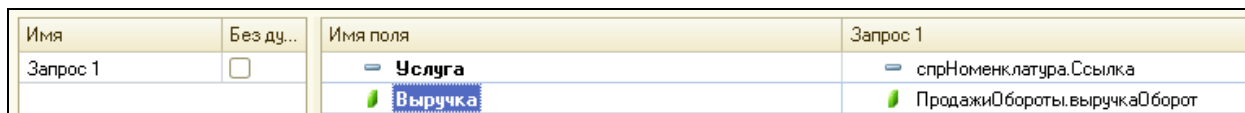

Рисунок 4.18. Результат переименования полей
8. В дальнейшем, перед выполнением запроса параметру **ВидНоменклатуры** будет передано значение **Услуга**. Перейти на закладку **Объединения/ Псевдонимы**. Указать, что поле **Ссылка** будет иметь псевдоним **Услуга**, а поле **ВыручкаОборот** будет иметь псевдоним **Выручка** (рис. 4.18).